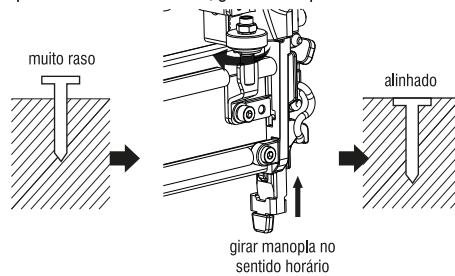

Fig. 7 – Pinos muito rasos
- Para fazer com que o pino penetre mais na madeira, gire a manopla no sentido horário, conforme a Fig. 7;